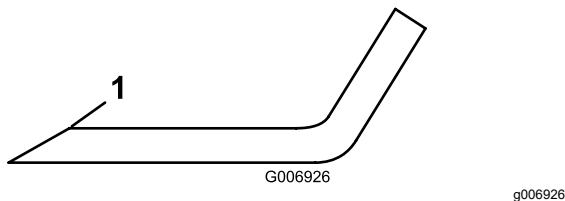

Bild 74
4. Untersuchen Sie die Schnittkanten aller Messer. Wenn sie stumpf sind oder Kerben aufweisen, schärfen Sie nur die Oberseite der Schnittkanten und behalten dabei den ursprünglichen Schnittwinkel bei, um die Schärfe des Messers zu gewährleisten (**Bild 74**).